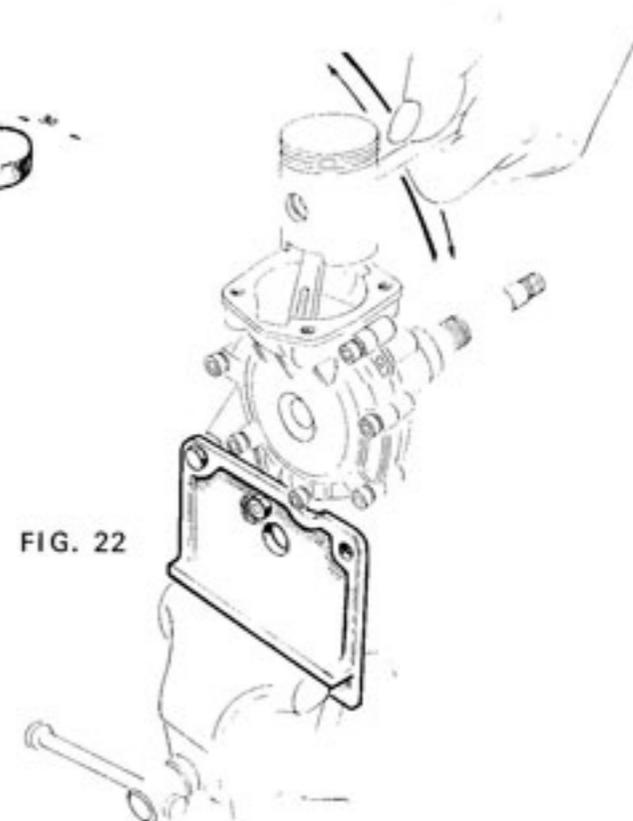

FIG. 22
Si la jauge passe librement d'un côté et pas de l'autre, retirer le cylindre et procéder à l'opération de dégauchissage. Illustration fig. 22.
- Le cylindre étant enlevé et le carter immobilisé dans l'étau. (Fig. 22).